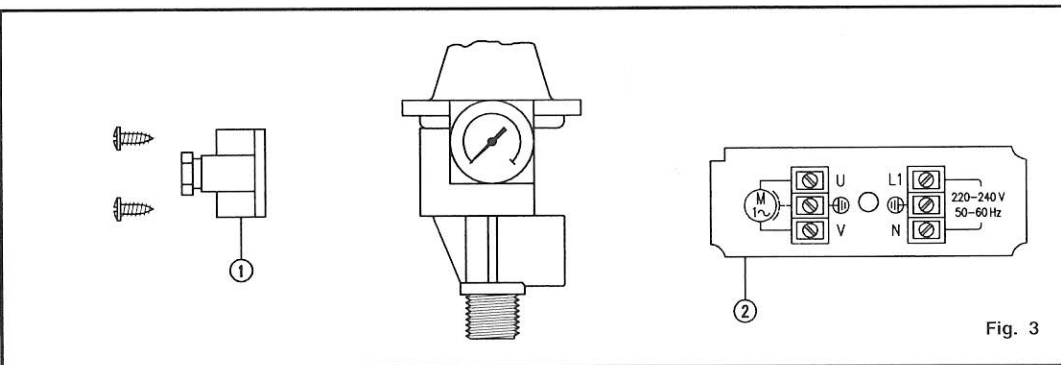

Fig. 3
ELEKTROANSCHLUSS (Bild 3)
- Falscher Elektroanschluss. Den elektrischen Anschluss nach dem Schaltbild im Bild 3 überprüfen.